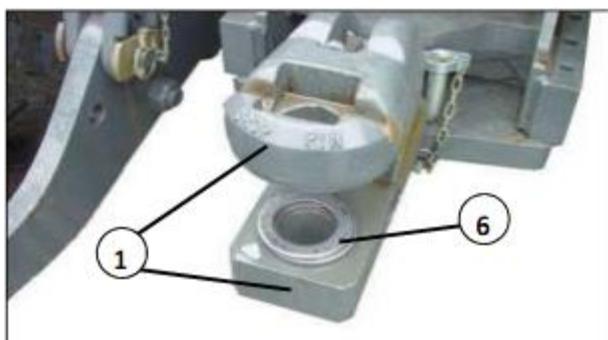

Рис.5.4 – Сцепная петля трактора
- Если необходимо, установите под сцепной петлей распорные шайбы (6), чтобы несколько уменьшить зазор между накладками маятникового прицепного устройства (1) и сцепной петли (2).- см. рис. 5.4, 5.6.